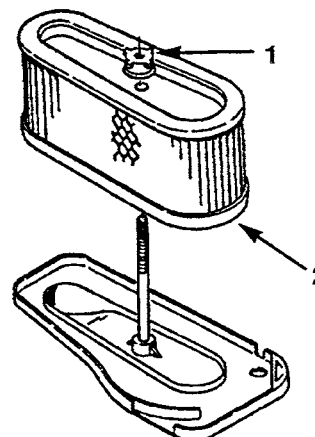

Figure 14
5. Dévisser l'écrou en caoutchouc et déposer l'élément en papier (Fig. 14).
2. Insérer l'ensemble filtre à air sur la longue tige. Visser ensuite l'écrou en caoutchouc à la main contre le filtre à air (Fig. 14).